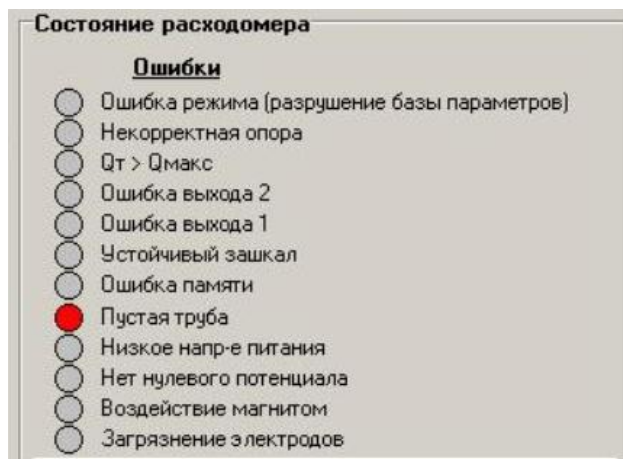

Рис.26. Вид индикации сообщений об ошибках.
5.1. Неисправности (ошибки) и нештатные ситуации, диагностируемые расходомером, отображаются в группе **Состояние расходомера** на вкладке **Измерения** (рис.26).